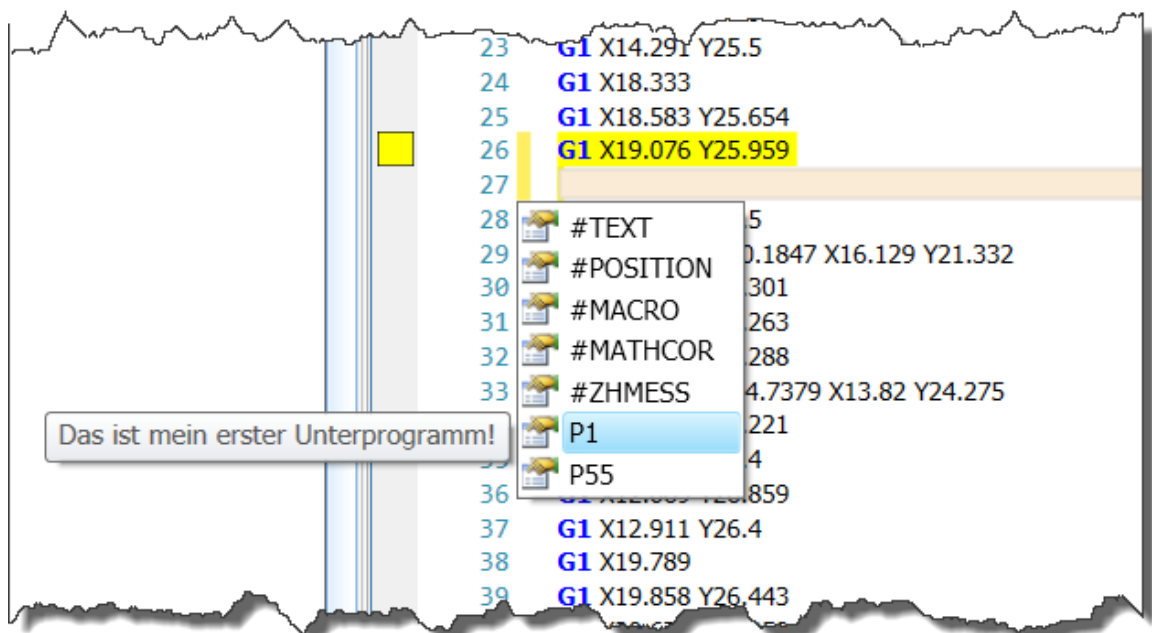

Abbildung 3: Autovervollständigung wurde in der Zeile 27 mit den Tasten "STRG + Leertaste"
3. **Neu ab 7** Im Texteditor kann DIN66025 Datei um weitere Befehle mit der Autovervollständigung erweitert werden. Drücken Sie die die Tasten "STRG + Leertaste" um Autovervollständigung aufzurufen (siehe Abbildung 3).
5. **Neu ab 7** Im Texteditor Hauptmenü "Bearbeiten -> Unterprogramme" können Unterprogramme verwaltet werden. Die Unterprogramme können mit Hilfe der Autovervollständigung in die DIN66025 eingefügt werden (siehe Abbildung 3 und 5).